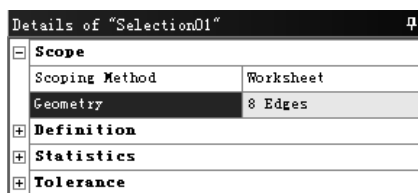

图 9.5.13 “Details of ‘Selection01’ ”对话框
(3) 在对话框中输入名称 Selection01,选中 **Apply geometry items of same:** 单选项和 **Size** 复选框,单击 **OK** 按钮。在“Outline”窗口中单击 **Selection01** 节点,弹出图 9.5.13 所示的